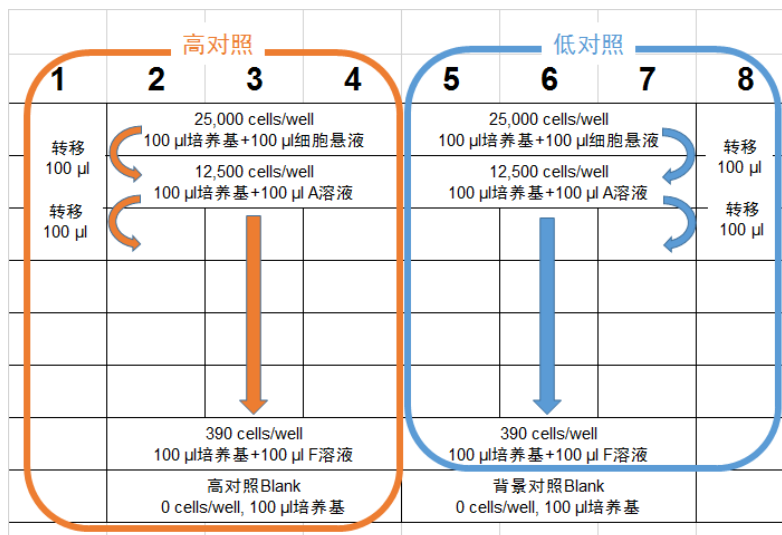

图2 预实验96孔板细胞梯度配置例
- 3) 如图2所示，向96孔板中A行（高对照和低对照各3个孔）加入100 μ l细胞悬液后，用多通道移液器按1/2比例用培养基稀释成一个系列细胞梯度。